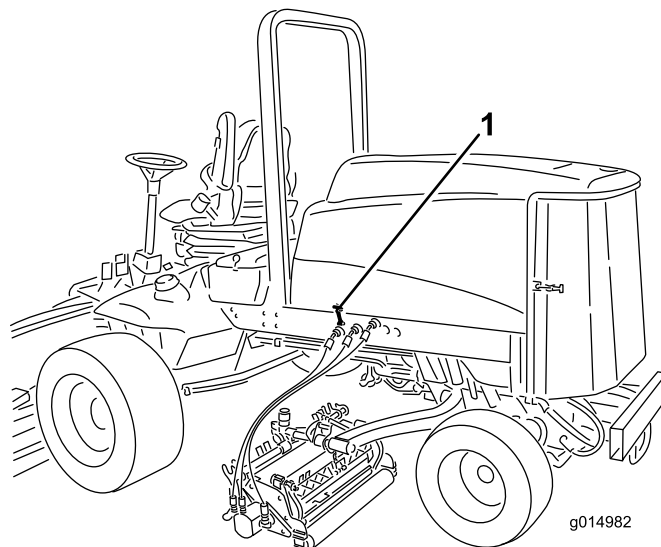

Figura 31
2. Desengate o trinco do capot e abra o capot (Figura 31).